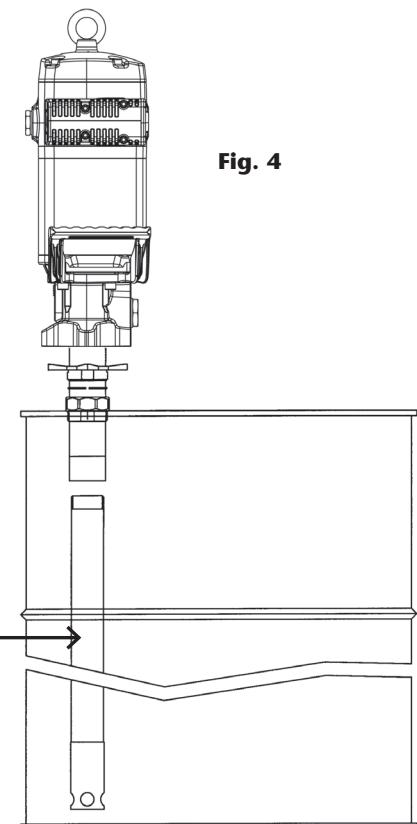

Fig. 4
- c. Adjustable drum or tank mounting, using bung adapter 360006. Screw the proper suction tube (see fig. 4) to the foot valve of the pump. Screw the nut of the bung adapter to the 2" opening of the cover. Insert the suction tube through the nut and secure it with the star nut at the desired height.
- c. Montaje ajustable sobre bidón o cisterna con adaptador 360006. Rosque a la bomba el tubo prolongador correspondiente (ver fig. 4). Rosque la tuerca del adaptador ajustable a la tapa del bidón/cisterna. Inserte el tubo por la tuerca y fíjelo con la estrella a la altura deseada.